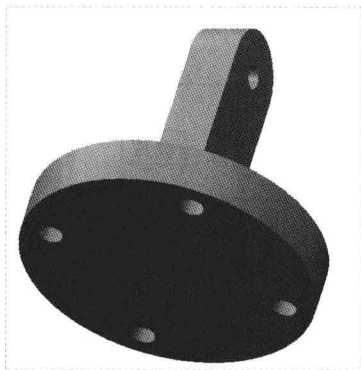

图 7-58 图形文件
Step 01 按【Ctrl+O】组合键，打开图形文件，如图 7-58 所示，在模型树中选择“孔 标识 134”选项，在“功能区”选项板的“模型”选项卡中，单击“编辑”面板中的“阵列”按钮。